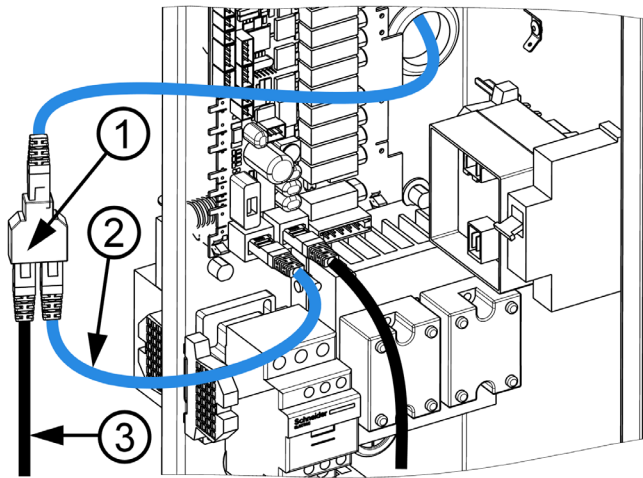

Abbildung 10: Anschluss des RJ-45-Splitters
Wenn beide RJ-45 Anschlüsse bereits verwendet werden (nur bei Gerätegröße 2011, Modell Blue), verwenden Sie einen RJ-45-Splitter (1) und das beiliegende kurze UTP-Kabel (2), (siehe Abb. 10). Schließen auch Sie das ursprüngliche UTP-Kabel (3) an den Anschluss an.